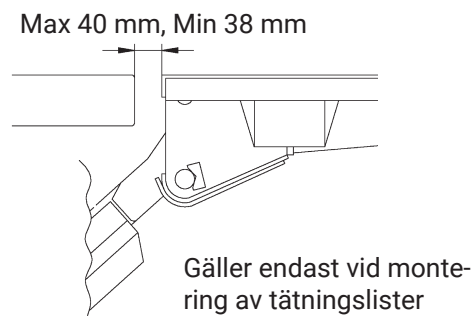
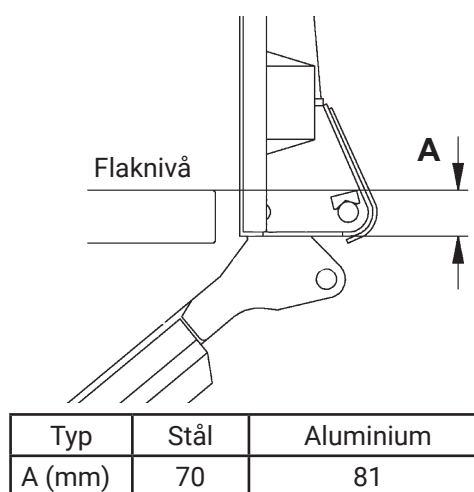

Bild 26. Kontrollera läget i förhållande till bilens bakbalk
Bild 27. Plattformns underhäng (A), varierar mellan olika bryggtyper, vilket bör beaktas vid montering av överkanttätning.
5. Provkör lyften försiktigt upp till flaknivå och tilta till vertikalläge. Kontrollera läget i förhållande till bilens bakbalk och sidostolpar. Se Bild 26 och Bild 27.